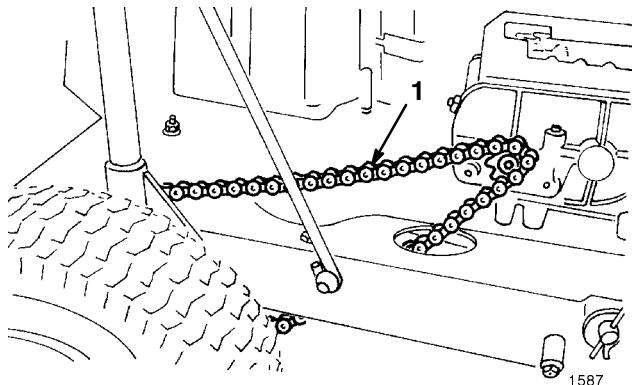

Abbildung 27
2. Die Durchbiegung der Antriebskette kontrollieren, indem die Kette in der Mitte mit mäßigem Druck angehoben und heruntergedrückt wird (Abb. 27). Es sollte eine Gesamtdurchbiegung von 3 mm (1/8") vorhanden sein (Abb. 28). Wenn die Durchbiegung nicht wie angegeben ist, ist eine Einstellung erforderlich -- Schritte 3-13.